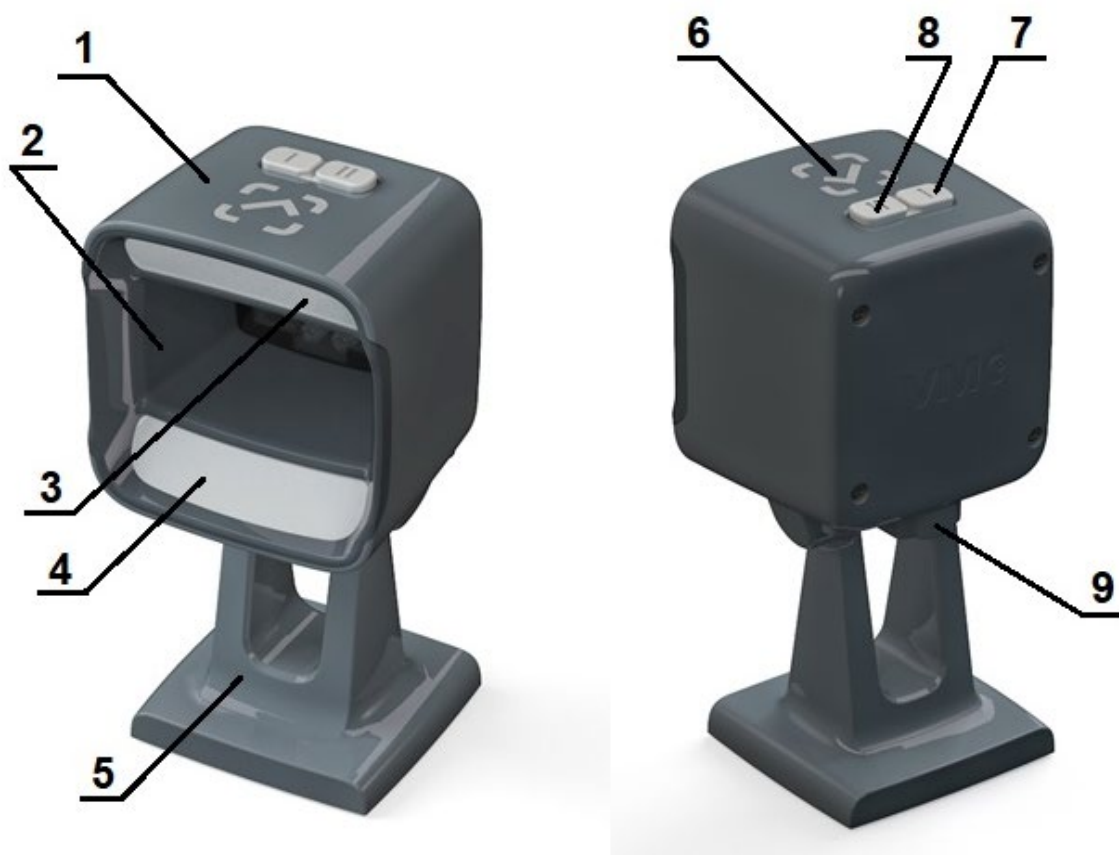
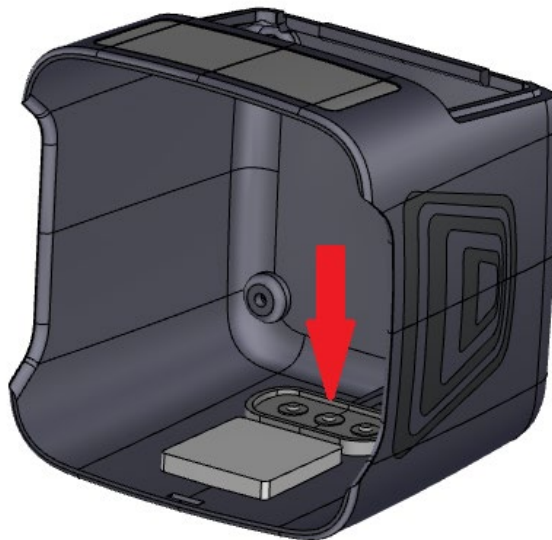

Рис. 1 Внешний вид
Рис. 8 Резиновые кнопки
5. Для удобства сборки перевернуть крышку корпуса индикатором «Честный ЗНАК» вниз, чтобы вложить в него резиновые кнопки (см. Рис. 8 ниже). Кнопки необходимо расположить правильным образом, как указано на Рис. 1 выше.